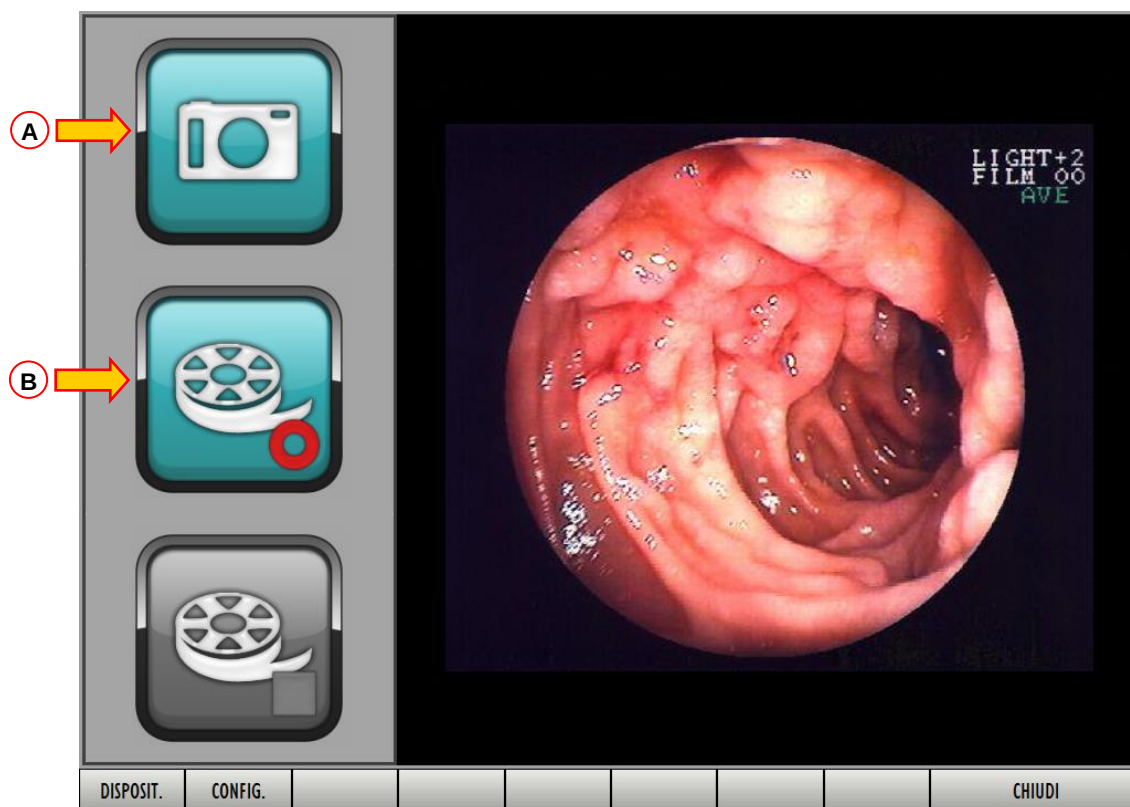

Fig 72 - Cattura immagini e filmati
Si aprirà la schermata di cattura immagini e filmati (Fig 72).
- Cliccare il pulsante  (Fig 72 A) per acquisire l'immagine correntemente visualizzata e creare una fotografia.
- Cliccare il pulsante  (Fig 72 B) per far partire l'acquisizione di un filmato.
Il sistema tornerà alla schermata di cattura (Fig 72). Sarà selezionato il dispositivo voluto.